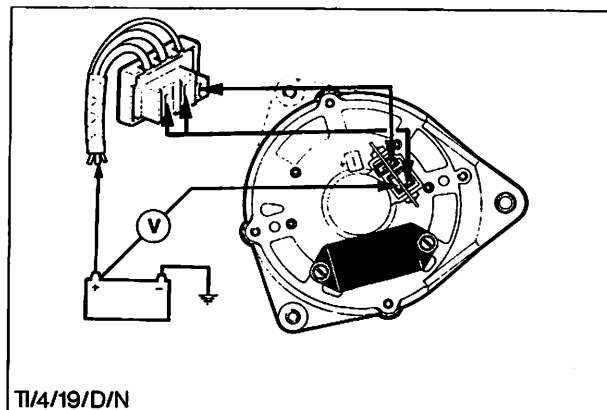

Abb. 12 Spannungsabfall im Plus-Teil des Ladestromkreises prüfen
8. Testkabel und Voltmeter wie in Abb. 12 gezeigt anschließen, um den Spannungsabfall im Plus-Teil des Ladestromkreises zu prüfen. Regler-Mehrfachstecker anschließen.